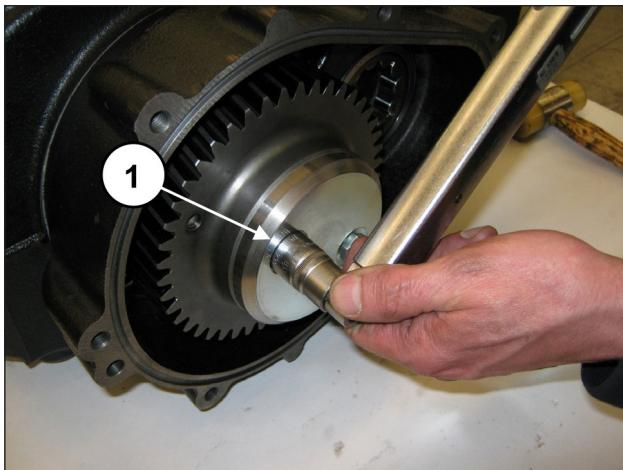

Fig. 79
Calibre os parafusos com chave dinamométrica, conforme indicado no capítulo 3 (pos. ①, Fig. 79).